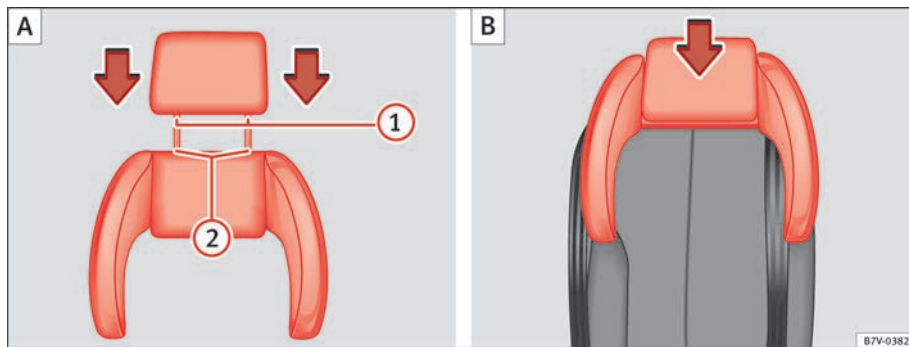

Fig. 30 Cadeira de criança integrada: colocar o encosto de cabeça sobre o encosto de cabeça lateral (A) e montar (B).
- Insira as varetas-guia ⇒ Fig. 30 **1** do encosto de cabeça nos orifícios do encosto de cabeça lateral **2**.